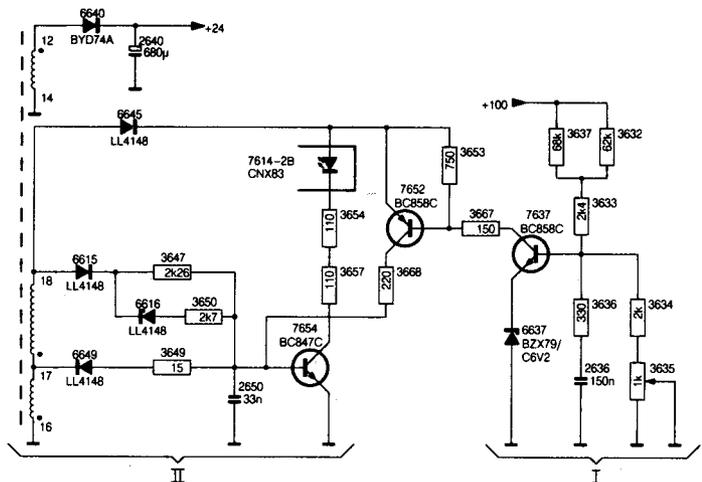

Bild 11.8
11.2.3.1 Der Regelkreis (Bild 11.8)
Der Regelkreis besteht aus einem Differenzverstärker (I - Bild 11.8) und einem Impulsbreitenmodulator (II - Bild 11.8). Die Impulse von dem Impulsbreitenmodulator werden mittels des Optokopplers an den Abschaltkreis auf der Primärseite weitergeleitet. Dieser Abschaltkreis schaltet darauf Transistor 7625 ab. Wenn Schalttransistor 7625 nicht leitet, wird Kondensator 2650 negativ geladen über R3649, D6649 und Wicklung 17-16 von Transformator 5625. Da Transistor 7654 sperrt, fließt kein Strom durch den Diodenteil von Optokoppler 7614. Wenn TS7625 leitet, steht eine positive Spannung an Anschluss 18 von Transformator 5625. Da Diode D6615 nun leitet, wird Kondensator 2650 über R3647 positiv geladen. Sobald die Basis-Emitter-Spannung von Transistor 7654 erreicht wird, wird er leitend, so dass über Diode 6645 ein Strom durch den Diodenteil von Optokoppler 7614 fließen wird. Dadurch wird der Abschaltkreis über den Transistorteil des Optokopplers auf der Primärseite aktiviert und wird TS7625 abgeschaltet. Der Differenzverstärker vergleicht die Ausgangsspannung von +100 mit einer gleichbleibenden Zenerspannung an Zenerdiode 6637. Während der Einschaltdauer von TS7625 werden Spannungsschwankungen in der Versorgungsspannung von +100 durch R3668 in Stromschwankungen umgesetzt. Eine Zunahme in der Ausgangsspannung von +100 bedeutet eine Zunahme in dem Strom durch R3668 und somit eine raschere positive Aufladung von Kondensator 2650. Also wenn die Ausgangsspannung zunimmt, wird Schalttransistor 7625 rascher abgeschaltet, was zu einer Spannungsstabilisierung führt. Die Versorgungsspannung von +100 lässt sich mit Potentiometer 3635 einstellen. Wicklung 14-12 liefert die Versorgungsspannung von +24 für die Tonschaltung. Diese Spannung wird nicht durch den Regelkreis geregelt und schwankt also mit der Belastung durch die Tonschaltung. Während des Anlaufs der SOPS liefert diese Wicklung auch Spannung an die Synchronisierungsschaltung. Darauf wird die Synchronisierungsschaltung mit der Versorgungsspannung von +14 vom Zeilenausgangstransformator versorgt.
Eine schwankende Netzspannung führt zu einer schwankenden Gleichspannung V1. Die gleichgerichtete Spannung beträgt etwa +280 V. Wenn die gleichgerichtete Spannung V1 zunimmt, wird der Strom mit einer steileren Neigung durch Wicklung 4–6 von Transformator 5625 gesteuert. Wenn die gleichgerichtete Spannung V1 sinkt, nimmt die Steilheit des linear zunehmenden Stroms ab. Steigt die Eingangsspannung V1, dann möchte die Ausgangsspannung ebenfalls zunehmen. Da der Impulsbreitenmodulator, während TS7625 leitet, seine Information über Wicklung 16–18 bekommt, wird ein Anstieg oder eine Senkung der Spannung sofort durch den Impulsbreitenmodulator in dem Regelkreis erkannt. Der Regelkreis bewirkt, dass der Schalttransistor rascher abgeschaltet wird, so dass nicht zu viel Energie in Transformator 5625 gespeichert wird und die Sekundärspannung auf dem stabilisierten Niveau bleibt. Wenn die Spannung zunimmt, wird TS7625 später abgeschaltet, so dass nicht zu wenig Energie in den Transformator gespeichert wird. Eine höhere Eingangsspannung V1 führt durch das frühere Abschalten von TS7625 zu einer Erhöhung der Frequenz mit der die SOPS arbeitet. Eine niedrigere Eingangsspannung V1 führt zu einer niedrigeren Frequenz. Um zu veranlassen, dass die maximale abgegebene Leistung (P_0 maximal) bei dieser schwankenden Eingangsspannung V1 konstant bleibt, wurde die Schaltung mit D6666 und R3666 angebracht (Bild 11.8).